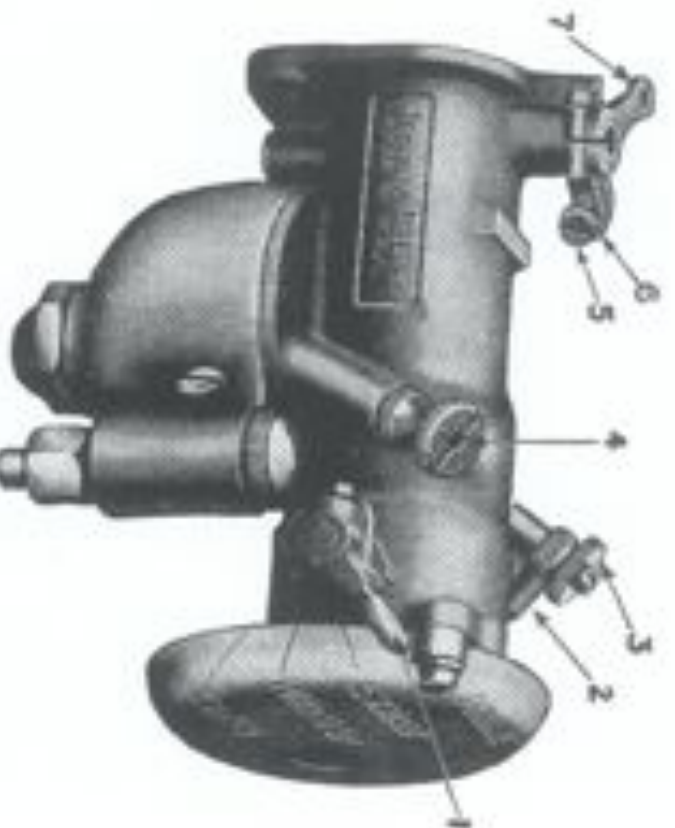

Abbildung 21
2. Dann drehe man das für hohe Geschwindigkeit bestimmte Ventil 4 (Abb. 21) um zwei volle Drehungen nach oben (im entgegengesetzten Sinne des Uhrzeigers) und Nadelventil 3, welches zur Einstellung auf niedrige Geschwindigkeit dient, um drei volle Drehungen, im entgegengesetzten Sinne des Uhrzeigers nach oben.